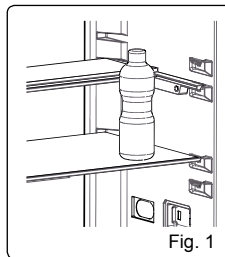

Fig. 1
- Para tapar el estante de vidrio, empujelo. (Fig. 1)
- Para recuperar la posición original del estante, tire de él. (Fig. 1)